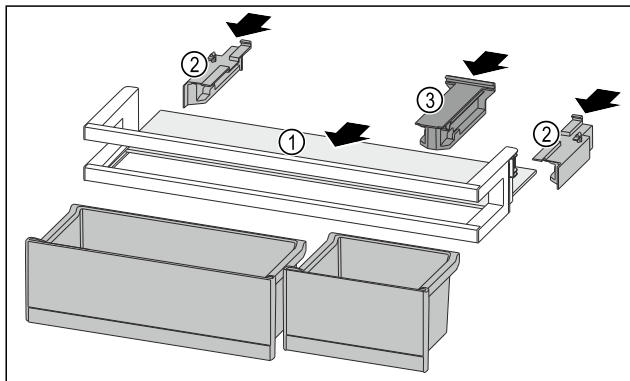

Fig. 149
- ▶ Umetnite policu Fig. 149 (1) u bočna udubljenja.
- ▶ Umetnite bočne dijelove Fig. 149 (2).
- ▶ Umetnite pridržni dio Fig. 149 (3).